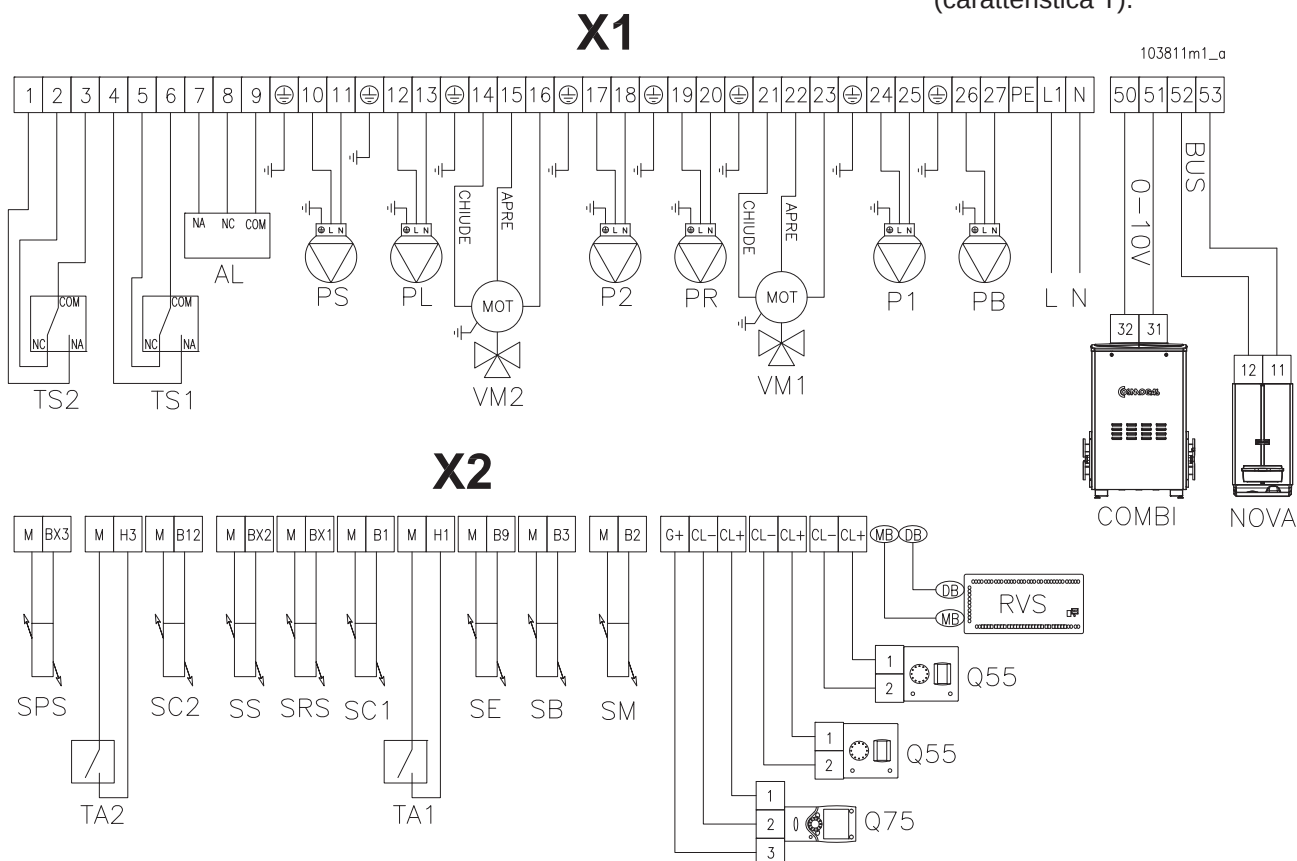
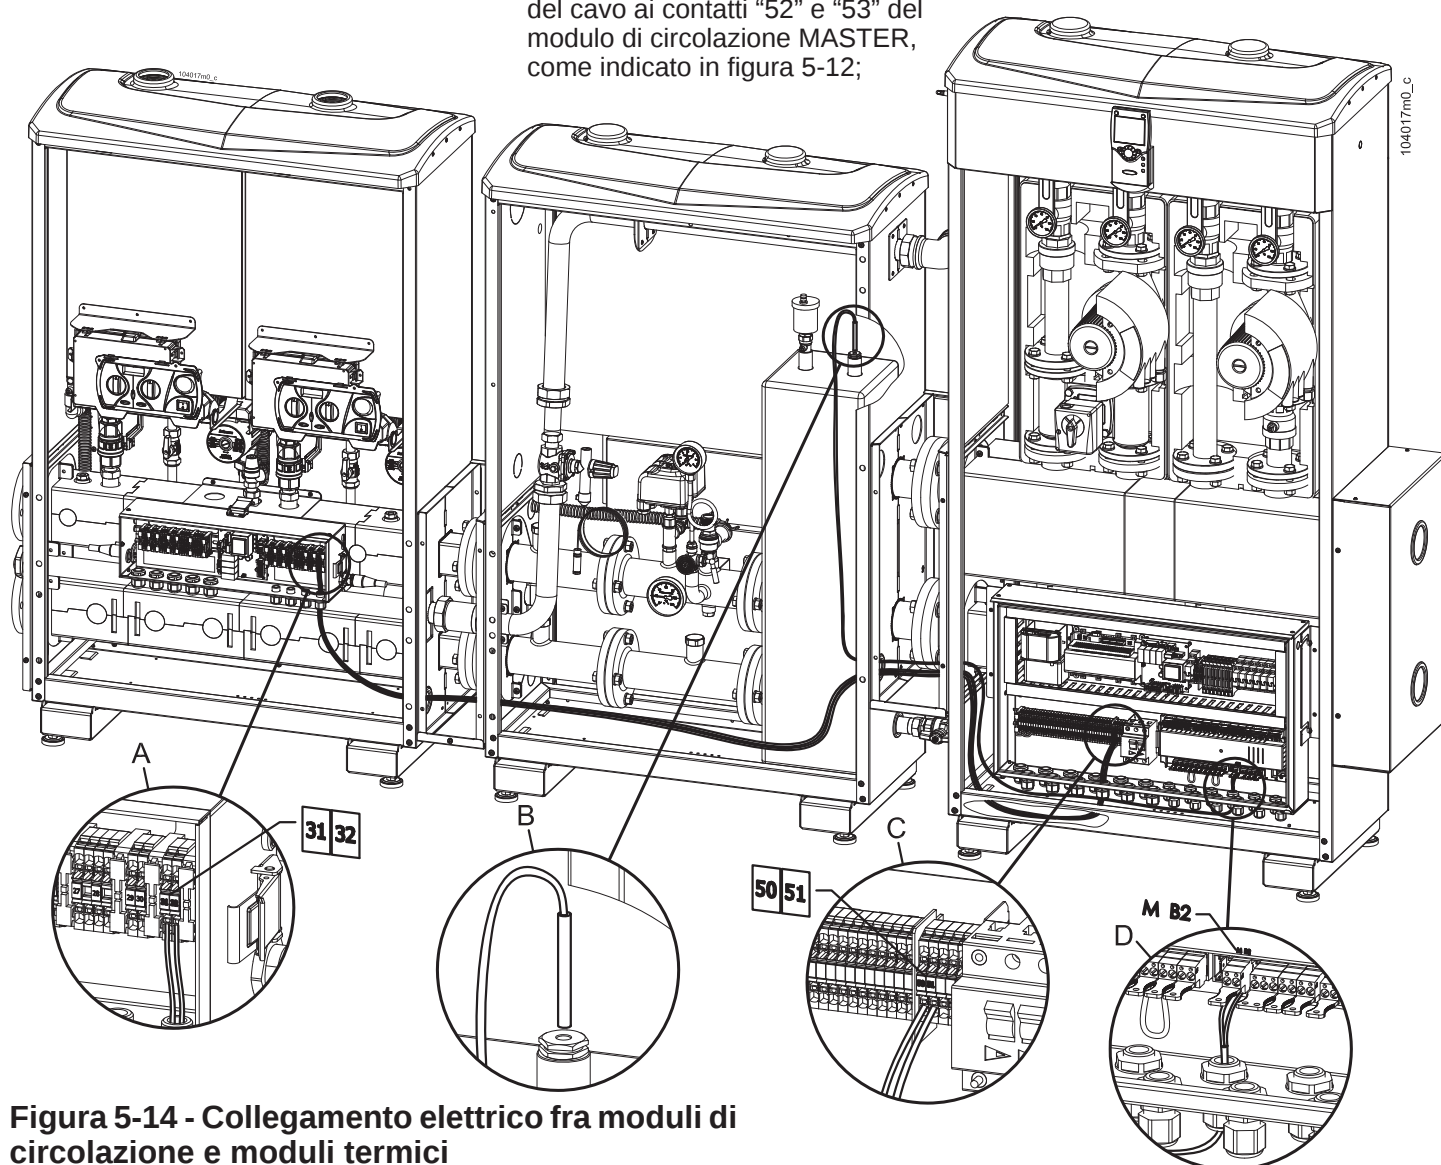

Figura 5-12 - Morsettiera di collegamento
Figura 5-14 - Collegamento elettrico fra moduli di circolazione e moduli termici
### Legenda figura 5-12
Per eseguire i collegamenti elettrici fra modulo di circolazione e moduli termici operare come di seguito, facendo riferimento alla figura 5-14:
- Collegare l'altro capo del cavo ai contatti "50" e "51" del modulo di circolazione MASTER (particolare "C" di figura 5-14) come indicato in figura 5-12;
- Nel caso di collegamento con Novadens Collegare l'altro capo del cavo ai contatti "52" e "53" del modulo di circolazione MASTER, come indicato in figura 5-12;
Per l'allacciamento del cavo di alimentazione elettrica, procedere come di seguito (fare riferimento alla figura 5-12):
- posare il cavo di alimentazione facendolo entrare nel box dal passacavo in corrispondenza dei morsetti indicati in figura 5-12;
Per l'allacciamento dei cavi di alimentazione delle pompe di circolazione (P1, P2, PB, PR, PS e PL descritte e illustrate in figura 5-12):
- ☞ Verificare i morsetti di collegamento a seconda della funzione della pompa di circolazione nello schema in figura 5-12.
- posare il cavo di collegamento facendolo entrare nel box dal passacavo in corrispondenza dei contatti indicati in figura 5-12;
Per l'allacciamento del termostato ambiente, procedere come di seguito (fare riferimento alla figura 5-12):
- collegare due capi del cavo ai morsetti particolare "TA1" o "TA2" di figura 5-12;
Per l'allacciamento del comando remoto, procedere come di seguito (fare riferimento alla figura 5-12):
- collegare due capi del cavo ai morsetti dedicati al particolare "Q55" di figura 5-12;
Una volta posizionato e installato il modulo di circolazione, occorre posizionare la sonda di mandata collettore. Tale sonda, deve essere posizionata nell'apposito pozzetto presente nel separatore (particolare "B" di figura 5-14) per l'allacciamento della stessa procedere come di seguito:
- collegare il cavo della sonda ai contatti "M B2" (particolare "D" di figura 5-14) come indicato in figura 5-12.
- collegare il cavo della sonda ai contatti "M" e "B3" (particolare "SB" di figura 5-12).